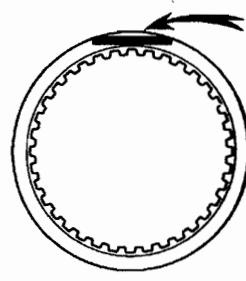

图 12-1-22
(33) 检查 3 号制动盘。如图 12-1-22 所示, 检查盘、片和法兰的滑动表面是否磨损或烧蚀, 如有必要, 则更换。注意: 如果盘的内衬剥落或变色, 或压印号部分损坏, 则要更新所有的盘。在安装新盘前, 应将其浸在 ATF 中 15min。
(45) 检查 1 号制动片。如图 12-1-22 所示，检查片、盘和法兰的滑动表面是否磨损或烧蚀，若有必要，则应更换。注意：如果片的内衬剥落或脱色，或即使只有部分凹槽损坏，也要更换所有的片。在安装新片前，应将其浸泡在 ATF 中至少 15min。
(51) 检查 2 号制动片。如图 12-1-22 所示，检查片、盘和法兰的滑动表面是否磨损或烧蚀。若有必要，更换它。注意：如果片的内衬剥落或脱色，或即使只有部分凹槽损坏，也要更新所有的片。在安装新片前，应将其浸泡在 ATF 中至少 15min。